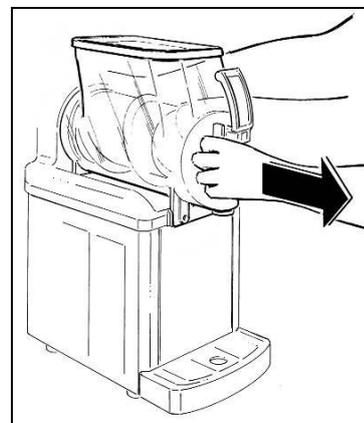

Fig. 7
- **J**alar del depósito hacia afuera y liberarlo de su alojamiento (fig.7).